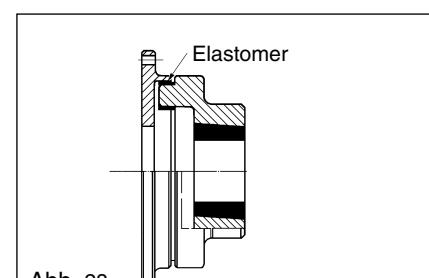

Abb. 28
12.12 Ersetzung der Elastomerkupplung GBF (Abb. 28)